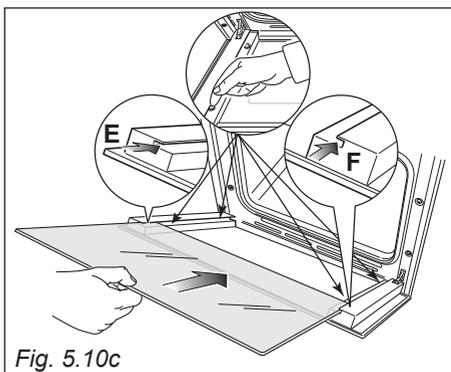
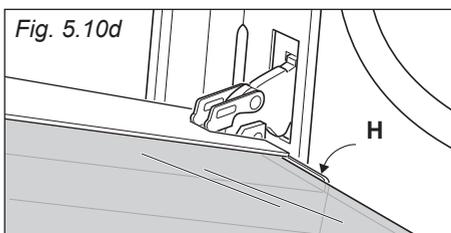

Fig. 5.10c
Fig. 5.10d
**IMPORTANTE:** È consigliabile, durante l'inserimento del vetro, tenere premuti in posizione i 4 distanziatori "D", mediante un dito, al fine di evitare la rottura o lo sfilamento dei distanziatori stessi (fig. 5.10c).
- Inserire il vetro nelle guide "E" ed "F" (fig. 5.10c) e farlo scorrere dolcemente fino ai fermi "H" (fig. 5.10d).